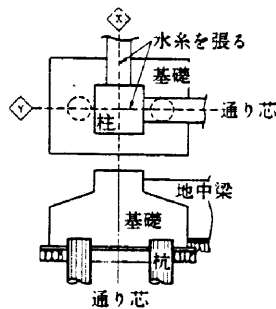

Fig.1
例として Fig.1 に示すような基礎に、アンカーボルトをセットする場合の作業手順を説明する。
①根切り床付け又は砂利地業終了後、通り芯を出し柱型部分に水系を張る。この作業は、杭が正しく打込まれているかどうかを調べると共に、アンカーボルトの架台作りに大切な作業となる。(Fig.1)